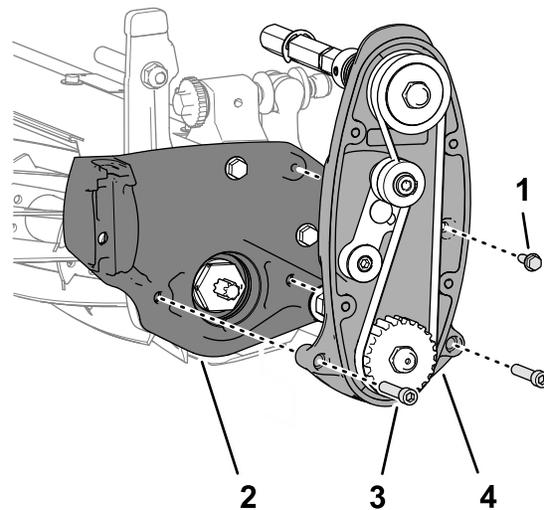

Figura 7
3. Remova os dois parafusos de cabeça sextavada interior (5/16 pol. x 1 1/2 pol.) das duas porcas de bloqueio (mantidas cativas na placa lateral) que prendem o conjunto da transmissão do cilindro à placa lateral da unidade de corte e remova a transmissão do cilindro (Figura 7).